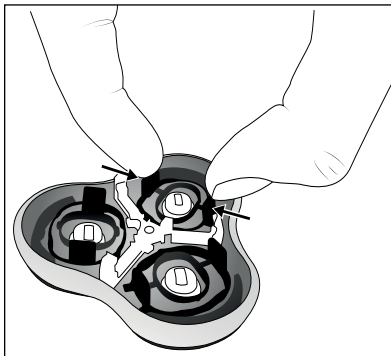

Fig. 3
- 2) Tryk de to tapper sammen, og løsn de sorte holdere til skærehovederne fra stopmekanismerne (se fig. 3). Nu kan du tage skærehovederne og knivene af.